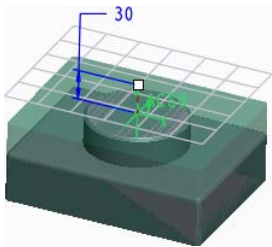

图 3.11.6 定义退刀平面
Step4. 退刀面的设置。在“操作”操控板中单击  间隙 按钮, 系统弹出“间隙”设置界面, 然后在 类型 下拉列表中选择 平面 选项, 单击  参考 文本框, 在模型树中选取坐标系 ACS0 为参考, 在  值 文本框中输入数值 30.0, 此时在图形区预览退刀平面, 如图 3.11.6 所示。